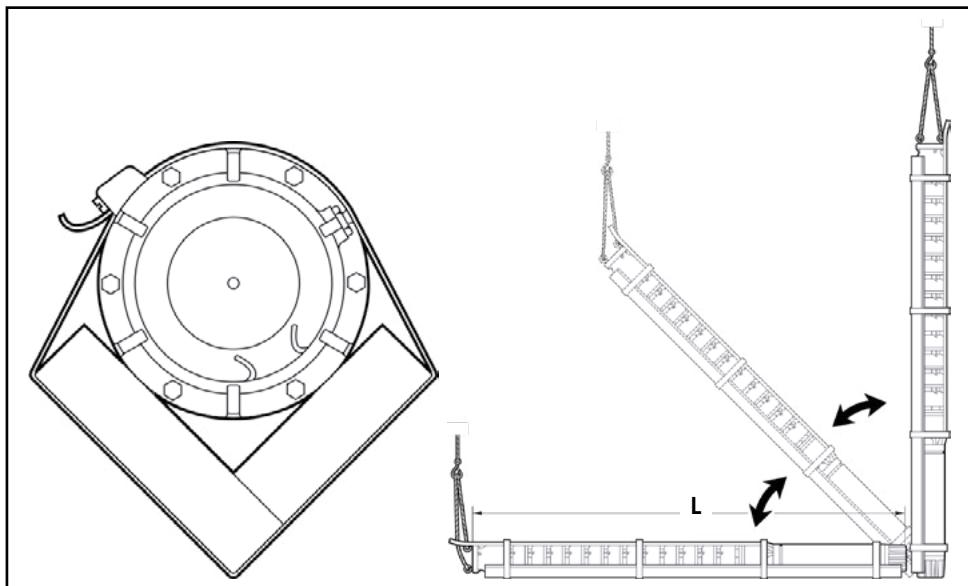

Figura 10: Içamento da motobomba.
- Para o posicionamento horizontal ou novo içamento da motobomba, caso a montagem do conjunto exceda o comprimento ( $L$ ) de 4 metros, faça uso de um suporte auxiliar para prevenir possíveis danos, os quais podem ser causados por tensão ou flexão (figura 10).
Introduza a motobomba dentro do poço tomando cuidado para não danificar os cabos elétricos ou o cabo do eletrodo de nível (figura 10).
A cada 2 a 4 metros prenda os cabos elétricos na tubulação usando uma braçadeira adequada e à prova d'água sem, no entanto, pressioná-los demais para evitar danos à capa de isolamento dos fios (figura 10, item nº 10).